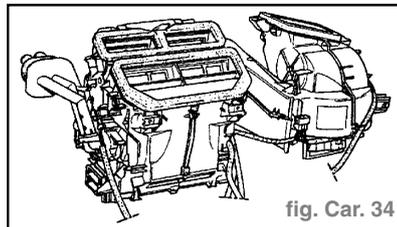

fig. Car. 34
- Déposer l'ensemble chauffage du véhicule. (fig. Car. 34)